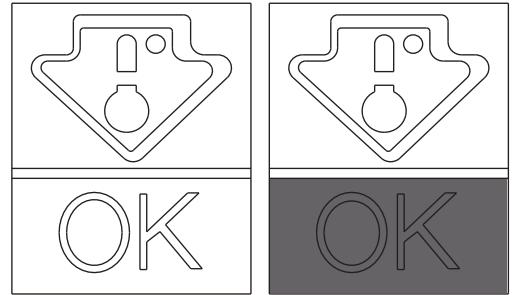

Abb. 6
- Damit Aroma, Gehalt und Frische der Speisen bestmöglich erhalten bleiben, sollten sie wie in Abbildung 6 ersichtlich im Kühlraum untergebracht werden. Die Speisen sollten in Alu- oder Kunststofffolie oder in entsprechenden Behältnissen mit Deckel verpackt sein, um Kreuzkontaminationen zu vermeiden.
Die Temperaturanzeige prüfen, die Anzeige OK muss deutlich erkennbar sein (Abb. 6). Ist die Anzeige nicht sichtbar, bedeutet dies, dass die Temperatur zu hoch ist: